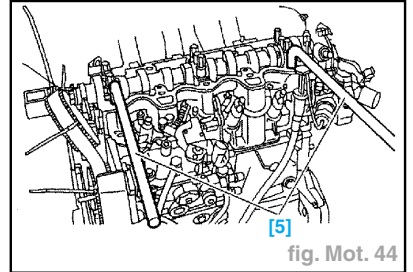

fig. Mot. 44
- Basculer la culasse pour la décoller avec les leviers [5] 149-T (fig. Mot. 44).